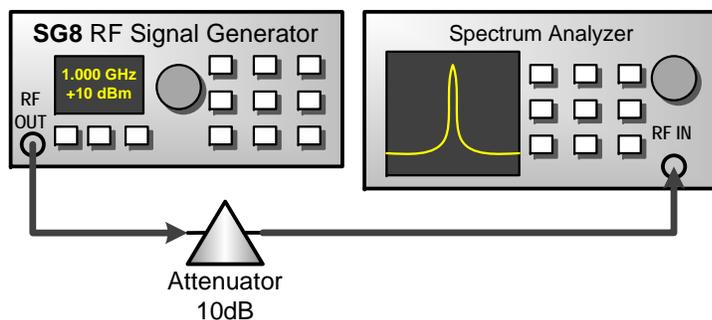

Рис. 1: Тест захвата петли ФАПЧ
Соединить приборы, как показано на рис. 1. Установить следующие настройки анализатора спектра:
- Для того, чтобы измерить частоту указанным способом, соедините приборы, как показано на рис. 1.